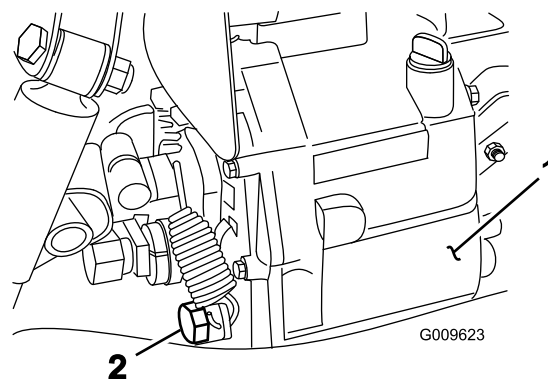

Figura 72
- Togliete la valvola di spurgo situata sul fianco del serbatoio e lasciate defluire il fluido idraulico in una bacinella (**Figura 72**).